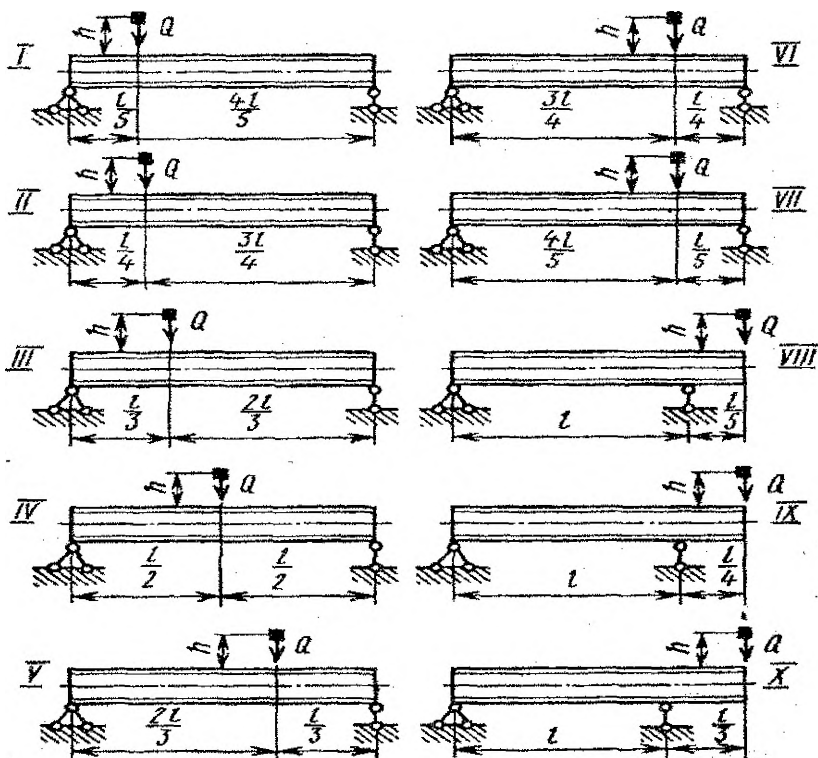

Рисунок 10 – Схемы балок
**Задача 11.** На двутавровую балку, свободно лежащую на двух жестких опорах (рис. 10), с высоты  $h$  падает груз  $Q$ . Требуется: 1) найти наибольшее нормальное напряжение в балке; 2) решить аналогичную задачу при условии, что правая опора заменена пружиной, податливость которой (т.е. осадка от груза 1 кН) равна  $\alpha$ ; 3) сравнить полученные результаты. Данные взять из табл. 11.